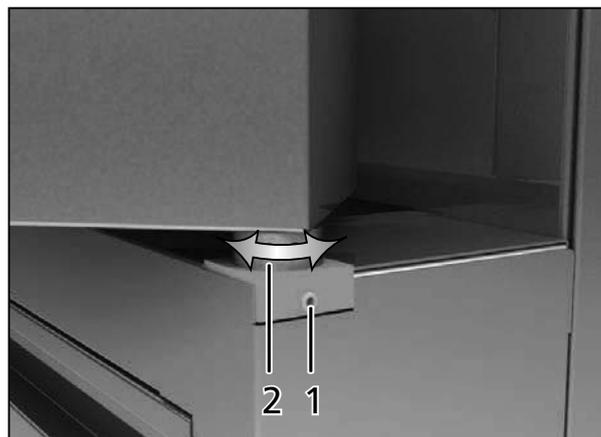

Fig. 38 Regolazione della porta
1. Con un giravite Torx-TX8 svitare la vite (Fig. 38). La vite è fissata con vernice di sicurezza e può essere allentata con un movimento deciso.
2. Regolare la porta girando l'eccentrico (2) con un giravite.